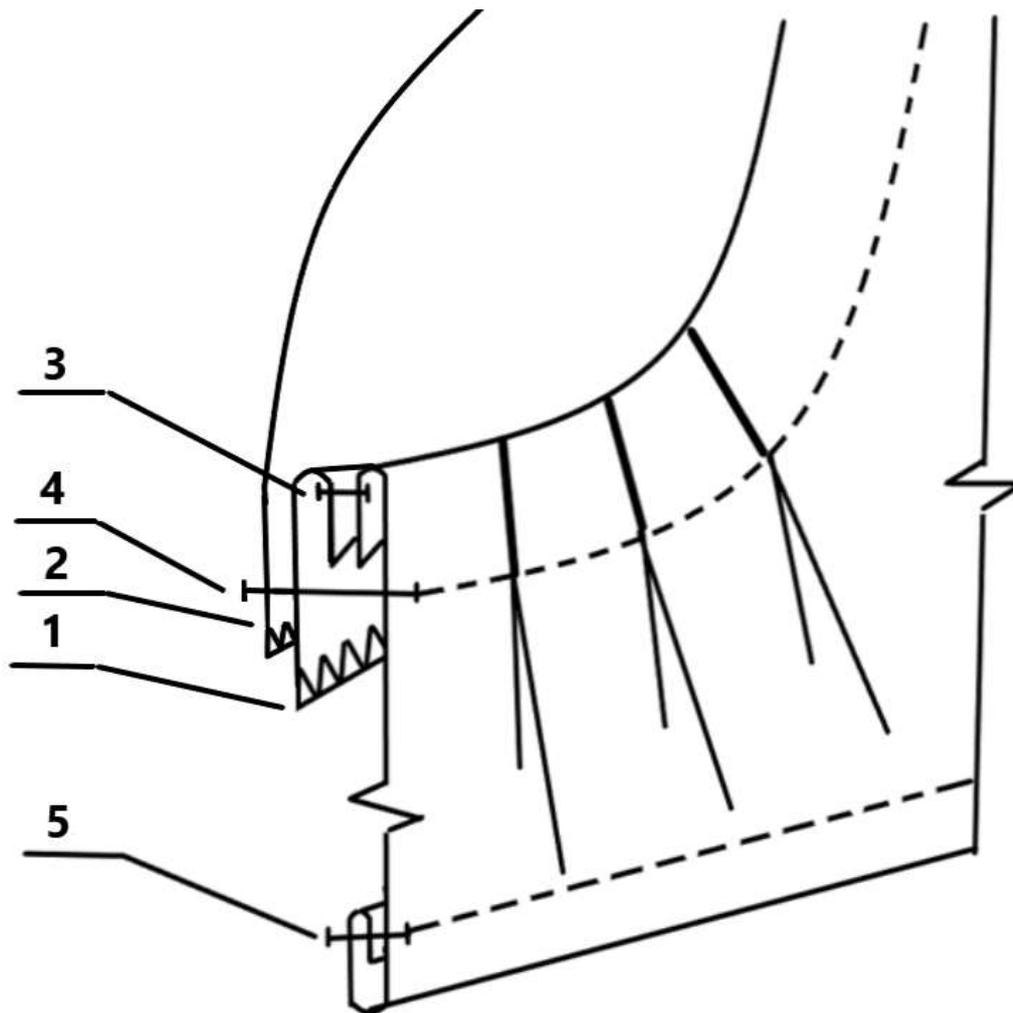

Рис. 2
1) Внешний вид узла бочка должен полностью соответствовать схеме узла бочка в разрезе (стр.8 рис.2).
2) При пошиве можете воспользоваться рекомендованной технологической последовательностью изготовления, приведенной ниже (стр. 7), а также схемой узла бочка в разрезе (стр. 8, рис. 2), или применить свой метод изготовления, не ухудшающий качество и полностью соответствующий заданному внешнему виду фрагмента модели женского платья.
1. Обметать отлетной срез подкройной обтачки зигзагообразной строчкой (рис. 2 строчка 1).
2. Обметать нижний срез отрезного бочка зигзагообразной строчкой (рис. 2 строчка 2).
4. Обтачать подкройной обтачкой рельеф переднего полотнища шириной шва 0,8 см. Удалить нитки временного соединения и надсечь шов в зависимости от кривизны рельефа (рис. 2 строчка 3). Вывернуть шов обтачивания в раскол и приутюжить уменьшая толщину соединения.
6. Настрочить шов притачивания бочка - ширина шва 1 см (рис. 2 строчка 4).
9. Застрочить припуск низа вдоль замёточной строчки шириной шва 1,7 см (рис.2 строчка 5).